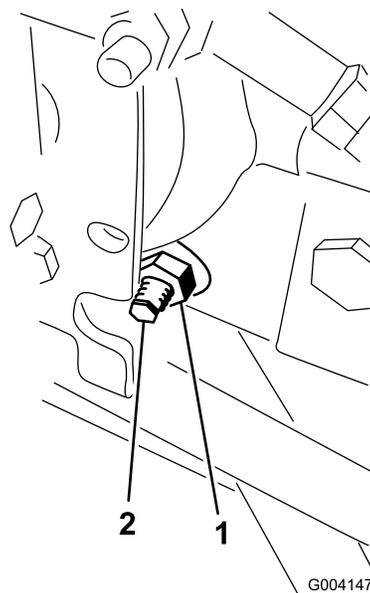

图59
3. 在静液压泵的右侧，松开牵引调节凸轮（图59）上的锁紧螺母。